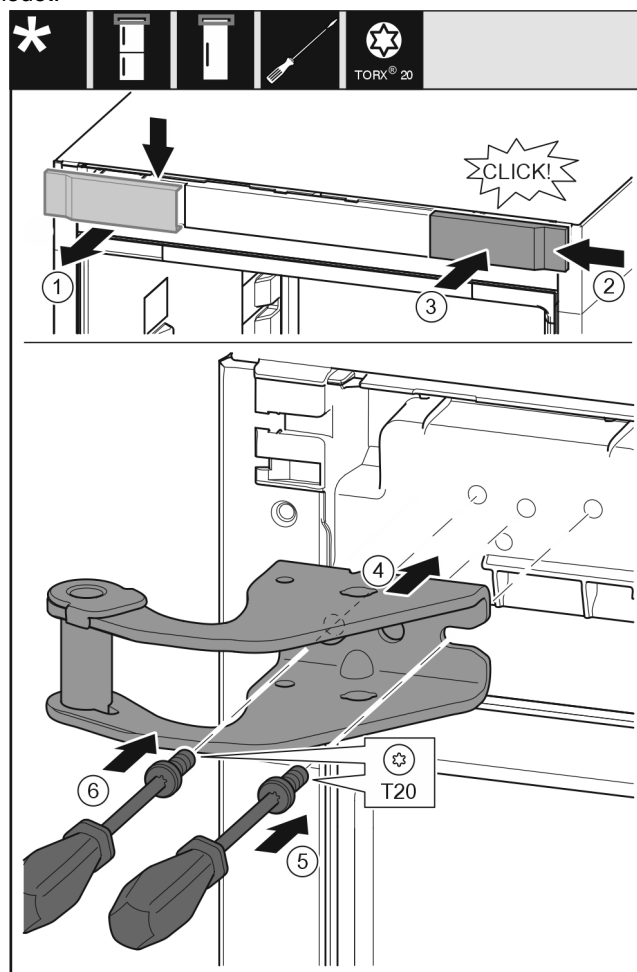

Fig. 19
- ▶ Tag afdækningen af opefter. Fig. 19 (1)
- ▶ Drej afdækningen 180°, og anbring på plads i den anden side fra højre. Fig. 19 (2)
- ▶ Sørg for, at afdækningen går i indgreb. Fig. 19 (3)
- ▶ Anbring den øverste hængselkonsol. Fig. 19 (4)
- ▶ Sæt skruen i med skruetrækkeren T20, og stram den. Fig. 19 (5)
- ▶ Sæt skruen i med skruetrækkeren T20, og stram den. Fig. 19 (6)